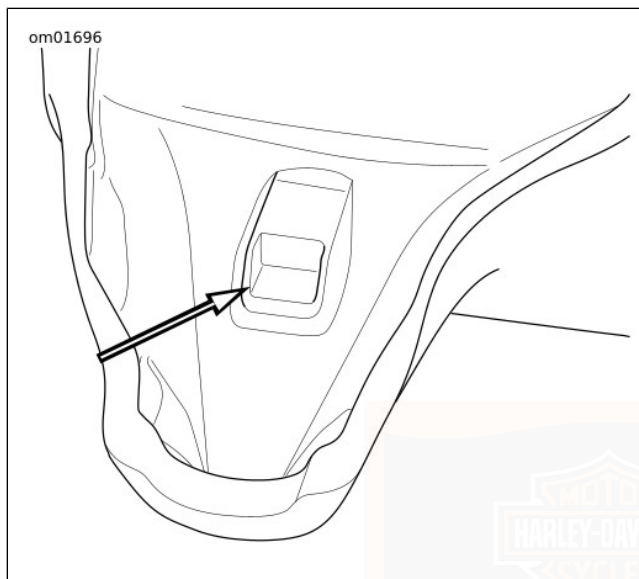

Abbildung 156. Sitzbefestigungsschlitz
1. Siehe Abbildung 156. Die Sitzvorderseite fest nach unten und nach vorne drücken, bis der Schlitz in die Zunge eingreift.
Siehe Abbildung 156. Den Sitz an der Rückseite um etwa 76,2 mm (3 Zoll) anheben und mit der anderen Hand auf der Vorderseite des Sitzes kräftig nach unten und vorn drücken, bis die Zunge in den Schlitz des Sitzes eingreift.